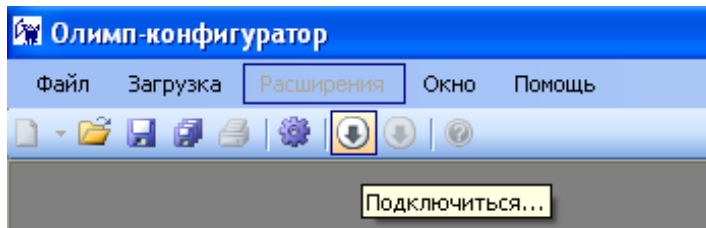

Рисунок 7.3 Выполнение команды «Подключиться»
- 7) Выполнить подключение приборов через команду «Подключиться» (см. рисунок 7.3):